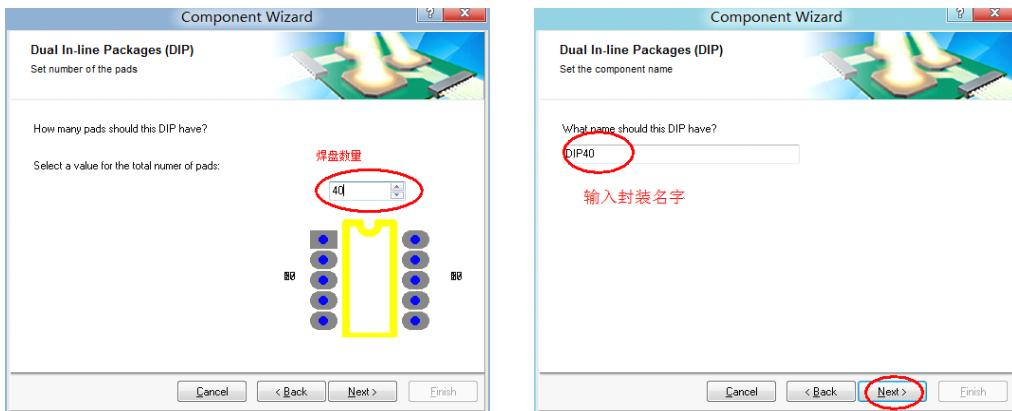

图 6-6.44 输入焊盘
**Step9:** 单击 Next，在 Dual In-Line Packages (DIP) Set number of the pads 对话框中输入焊盘数量 40。如图 6-6.44 所示。